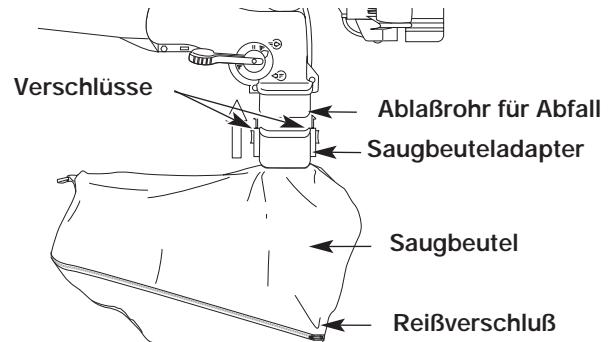

Abb. 4
2. Den Saugbeuteladapter auf das Ablaßrohr für Abfall des Gehäuses schieben. Den Adapter soweit drücken, bis die Verschlüsse auf beiden Seiten einrasten und der Beutel am Gerät befestigt ist (Abb. 4).